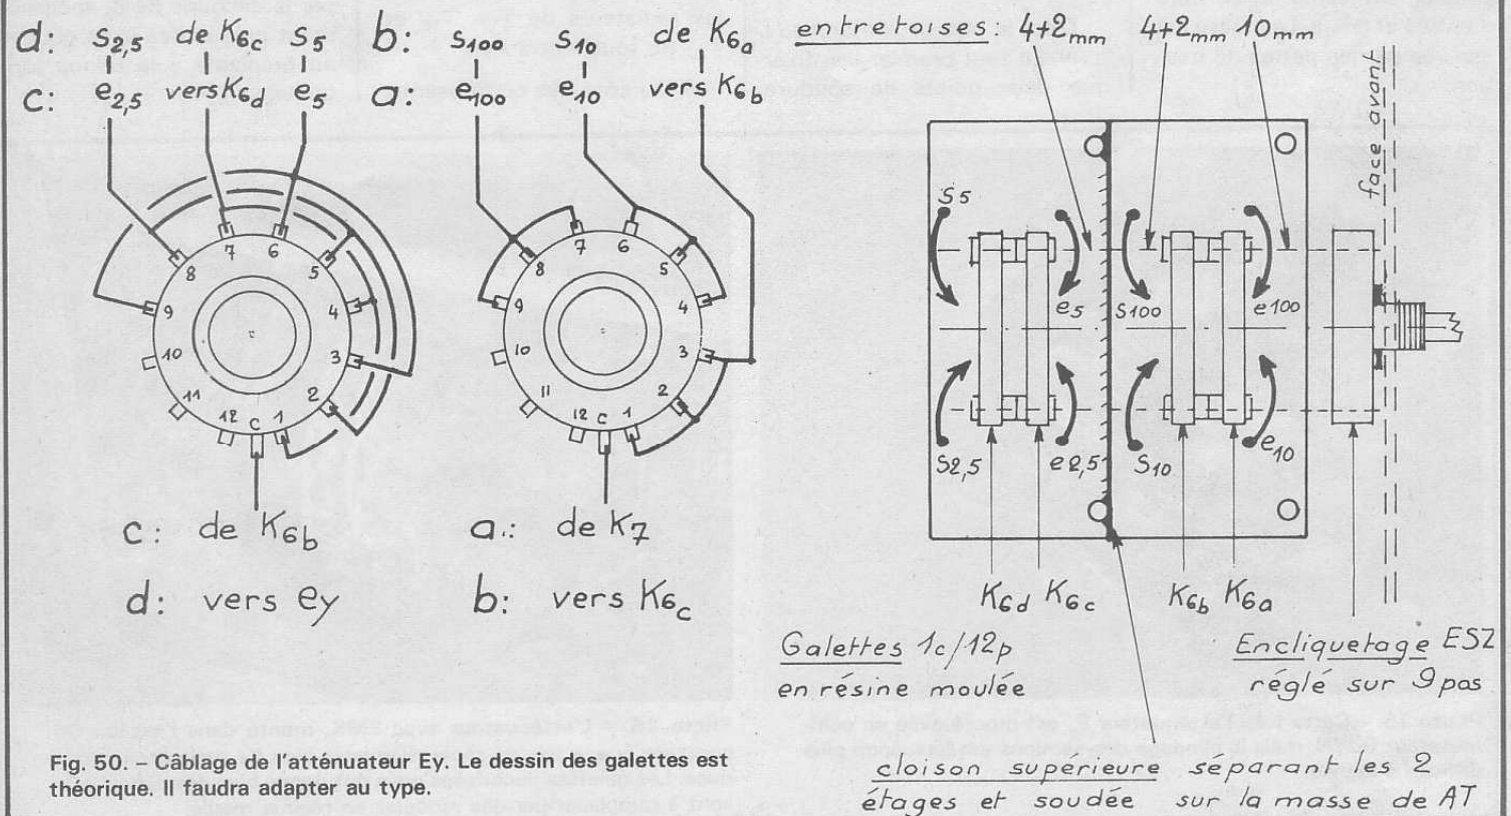

Fig. 50. - Câblage de l'atténuateur Ey. Le dessin des galettes est théorique. Il faudra adapter au type.
c) Déterminer maintenant, avec précision, la hauteur de l'axe du commutateur par rapport au-dessus du CI. En même temps, étudier la meilleure orientation possible à donner aux galettes pour un câblage aussi direct que possible (fig. 50)
Se servir de ces renseignements pour la préparation de la tôle de séparation. Avec le ESK conseillé (ou le EMK), c'est un simple rectangle de largeur égale à celle du CI et de hauteur suffisante pour masquer complètement les galettes. (45 mm avec le ESK, 50 mm avec le EMK). Cette tôle est à percer d'un trou central pour le passage du sabre et de deux trous pour celui des tiges filetées supportant les galettes. Prévoir aussi un trou pour la liaison  $K_{6b}/K_{6c}$ , juste en face des cosses « commun ». Monter alors le commutateur. La figure 50 indique l'écartements à obtenir entre les galettes, avec les entretoises à utiliser (dans le sachet encliquetage) pour un positionnement
d) Câbler les galettes en suivant la figure 50. Attention, le dessin a été stylisé et doit être adapté au montage réel. En particulier toutes les liaisons doivent se faire vers le bas. Utiliser du fil nu de 7/10.